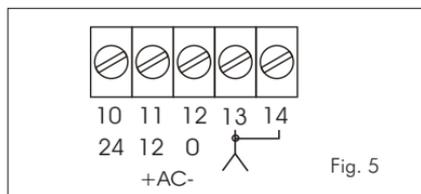

Fig. 5
**1b** - Brancher l'alimentation 12 ou 24 Vac/dc sur les bornes 10, 11, 12. (fig. 5):